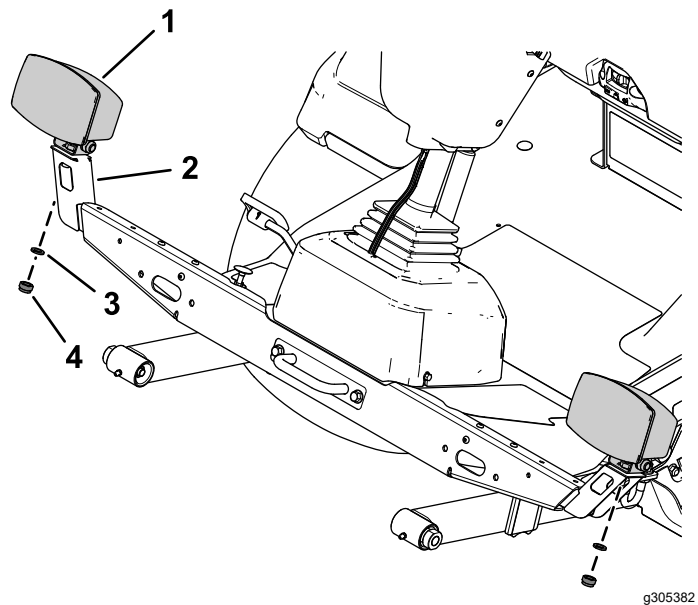

Figura 20
4. Prenda o conjunto da luz esquerda e conjunto da luz direita à montagem da luz esquerda e montagem da luz direita utilizando a anilha de bloqueio e porca hexagonal nos conjuntos das luzes (Figura 20).